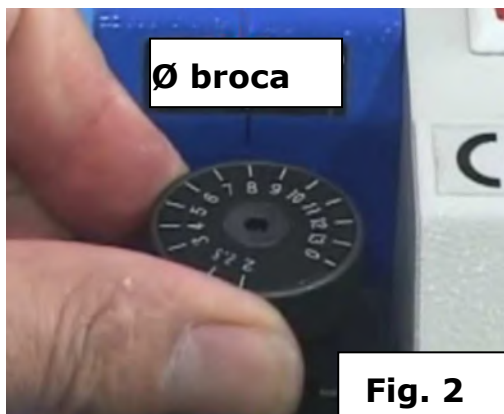

Fig. 2
- El botón de ajuste del tamaño de la broca (Fig. 2) se ajusta al tamaño de la broca.